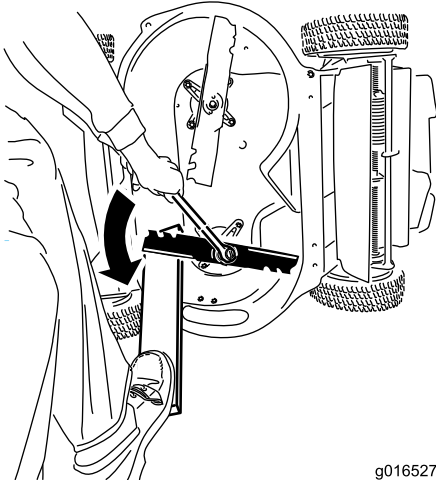

Bild 38
1. Halten Sie jedes Messer mit einem Holzblock fest und drehen Sie die Messerschraube nach links, wie in Bild 38 dargestellt.